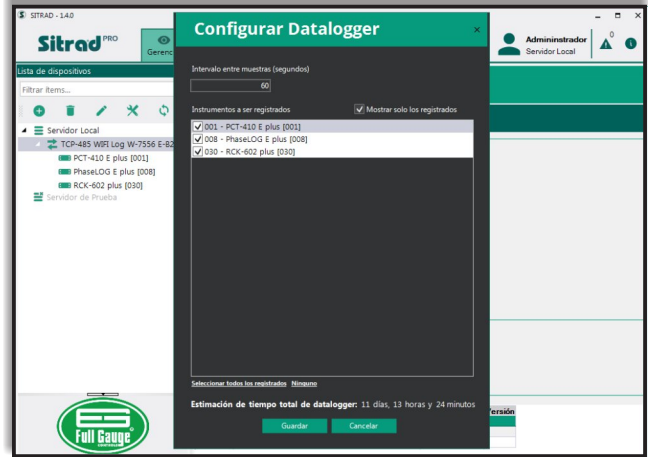

Figura 32
Paso 2: Se exhibe la pantalla **Configuración Datalogger** (Figura 32). Configure el intervalo entre muestras y seleccione los instrumentos que desea que sean registrados en el datalogger. Al principio, apenas los instrumentos registrados son exhibidos en la lista. Para inserir instrumentos por dirección sin que todavía hayan sido instalados, seleccione la caja **Mostrar apenas registrados**, y todas las direcciones estarán disponibles para elección. La pantalla también exhibe el tiempo total del histórico estimado del datalogger. Haga clic en **Guardar** para mantener los cambios.